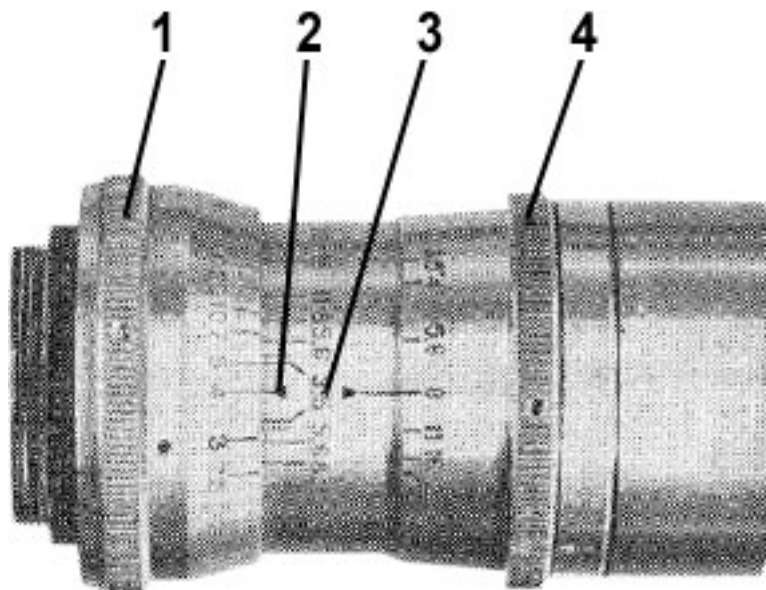

Рис. 9
После выбора кадра необходимо определить расстояние до объекта съемки и произвести наводку объектива на резкость. Для этого рифленое кольцо (1) оправы объектива (рис. 9), на котором выгравированы деления с цифрами, указывающими удаленность до снимаемого объекта в метрах, нужно повернуть так, чтобы цифра удаленности объекта совпала с неподвижной красной отметкой (2), нанесенной на оправе объектива.
Чтобы облегчить работу кинолюбителя, на оправе объективов нанесена шкала глубин резкости (3) (рис. 9). Она представляет два ряда цифр, повторяющих цифры шкалы диафрагм данного объектива, симметрично расположенных по обе стороны от красной отметки шкалы расстояний.
Определив величину диафрагмы, объектив нужно задиафрагмировать. Для этого поворачивают рифленое кольцо (4) (рис. 9), на котором выгравированы деления с цифрами значений относительных отверстий объектива до совмещения величины диафрагмы с красной отметкой на оправе объектива.